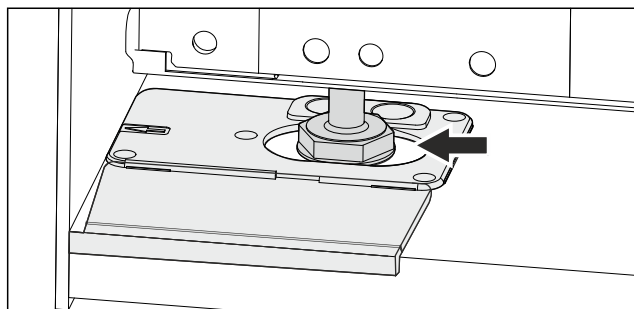

Fig. 47
- Rikta in skåpet med justeringsfötterna. Fig. 47 ()